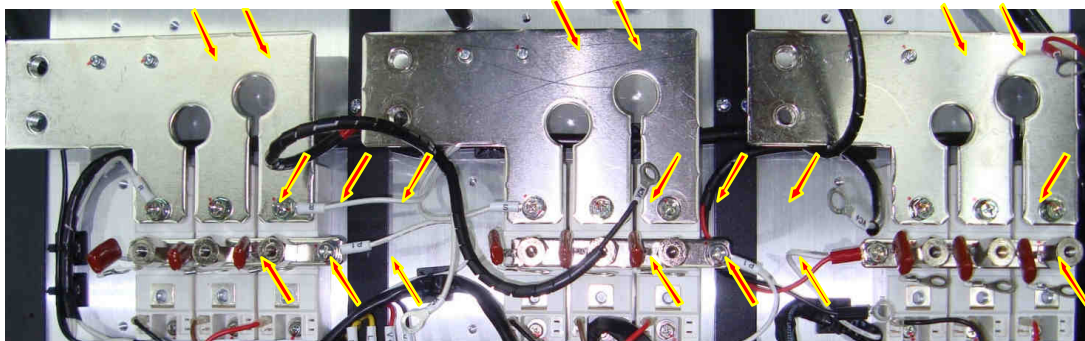

Рис. 6.32.
6.17.2. Выкрутить 9 стоек крепления объединительных шин «+» входных диодно-тиристорных модулей и балластных конденсаторов. Выкрутить 9 винтов М6 крепления входных шин «R», «S», «T» к диодно-тиристорным модулям и 6 винтов М4 крепления шин к изоляционным стойкам (рис. 6.32). Положить шины, винты и балластные конденсаторы в тару.